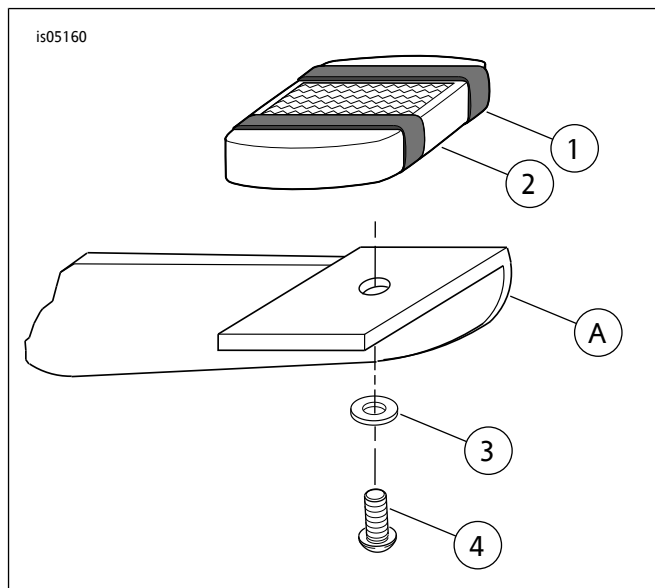

图1. 维修零件：Billet样式刹车踏板垫套件
参见图1和表1。
2. 参见图1。对准新脚踏板垫并将其滑至脚刹车杆端头之上，围绕垫和刹车杆端安装环。